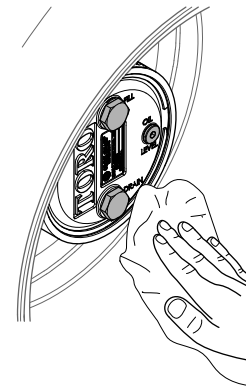

図 63
- プラネタリハウジングとブレーキハウジングをきれいに拭く図 63。